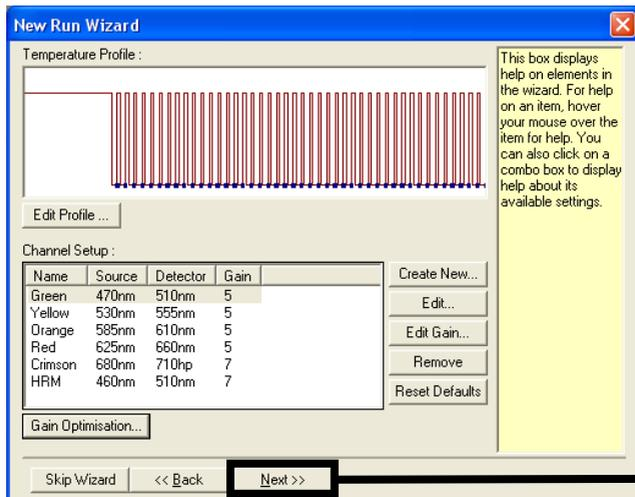

Figura 35. A caixa de diálogo "New Run Wizard" (Assistente de nova execução) e a tela de edição da temperatura. 1 = "Next" (Avançar).
4. Deixe todos os valores como estão na próxima janela. Não é necessário qualquer edição, uma vez que o perfil de temperatura foi criado de acordo com as instruções no Protocolo: criando um perfil de temperatura. Clique em Next (Avançar) (Figura 35).